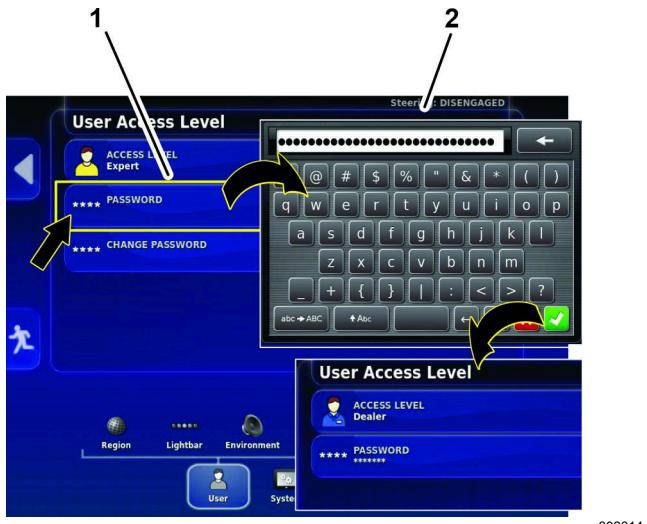

Figura 159
4. Pulse el icono CONTRASEÑA, escriba la contraseña del concesionario con el teclado emergente, y pulse el icono de confirmación (Figura 159).